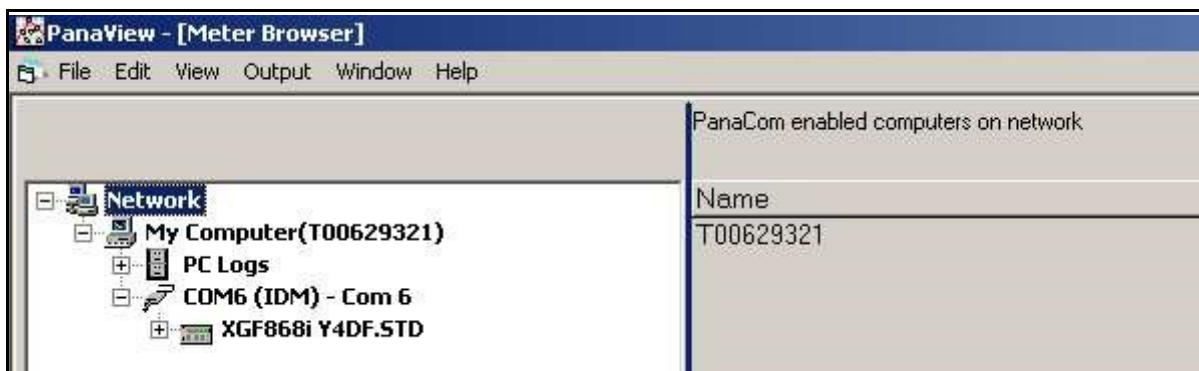

Figure 3: fenêtre *Text Display* (Affichage de texte)
3. À l'aide du menu *Window* (Fenêtre), agencez les fenêtres ouvertes dans le format souhaité. Pour expliquer cette procédure, la *Figure 3* ci-dessous illustre la fenêtre *Text Display* développée complètement (plein écran).
**Remarque:** La *Figure 3* ci-dessus a été compressée verticalement et horizontalement pour plus de clarté.
5. Avant d'afficher les valeurs réelles des données dans le volet de texte, activez l'un des modes de collecte de données suivants (voir Figure 3 à la page 31) :